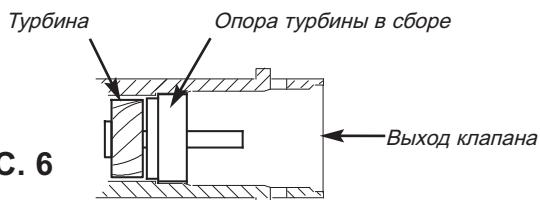

РИС. 6
9. Убедитесь, что турбина свободно вращается в выходном отверстии клапана (см. рисунок 6).